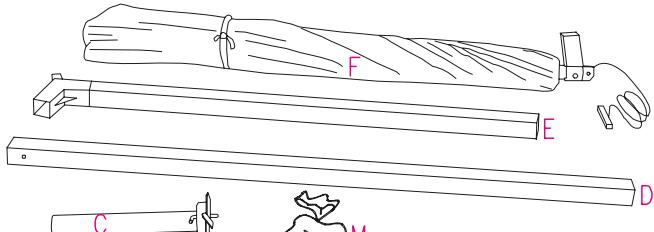

Fig. 1
**INSTRUCCIONES DE MONTAJE****COMPONENTES (fig. 1):**